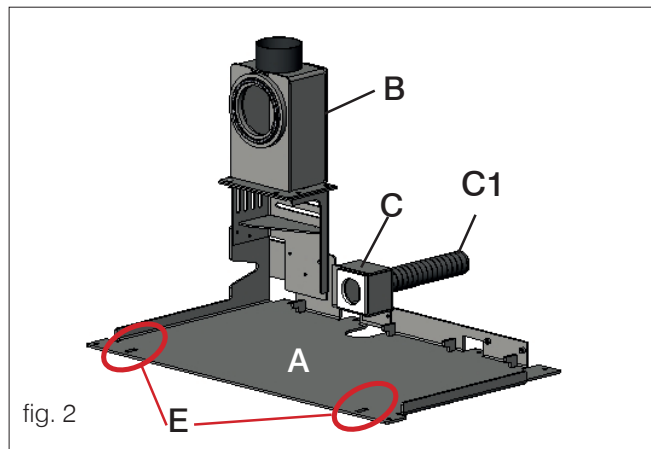
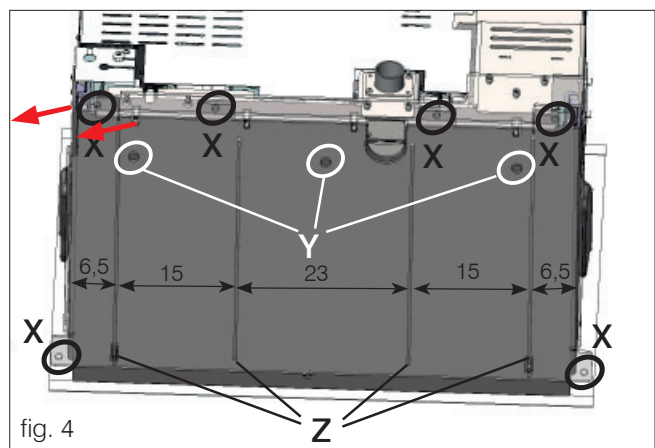

fig. 2
fig. 4
- Après avoir évalué la position correcte de l'insert, le soulever, en utilisant les deux poignées situées sur les côtés de l'insert (D), de la plaque de base (A).
- Fixer la plaque de base (A - fig. 2) sur la base en introduisant des boulons à travers les trous pratiqués sur le pourtour de la plaque (X - fig. 4).
Sinon, pour la fixation de la plaque ci-dessus, on peut introduire des vis à tête fraisée (la tête de la vis ne doit pas dépasser de la plaque de base de plus de 2 mm) à travers les trous existants, présents sur la plaque de base (Y - fig. 4).
Le client peut pratiquer d'autres trous, en faisant attention à ne pas les réaliser au niveau des logements (Z - fig. 4).
- Remettre en place l'insert (fig. 4) en le faisant glisser dans la plaque de base (A - fig. 2) jusqu'en fin de course (l'insert devra s'emboîter dans les deux fentes (E - fig. 2) présentes dans la partie avant de la plaque de base (A - fig. 2), en veillant à ce que les deux plaques n'écrasent pas le câble d'alimentation.